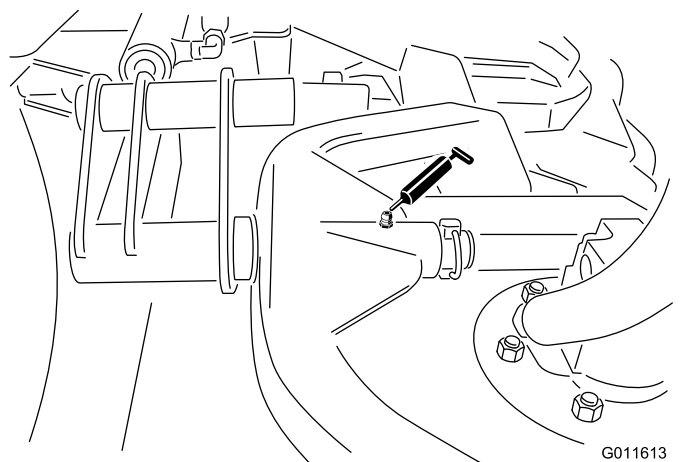

図 29
- カuttingユニットのキャリアフレームのピボット各1ヶ所一 図 29